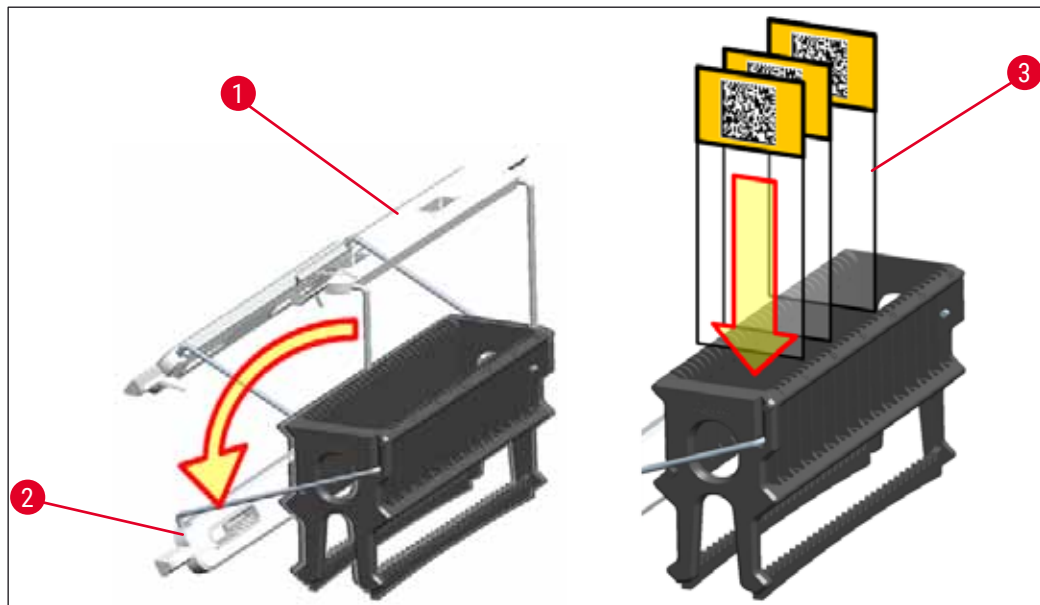

Bild 81
- Rackets framsida är markerad med Leica-logotypen. När handtaget är fastsatt går det att läsa texten **FRONT** på handtaget (→ "Bild 81").
1. Fäll upp rackhandtaget så att det är upprätt (→ "Bild 81").